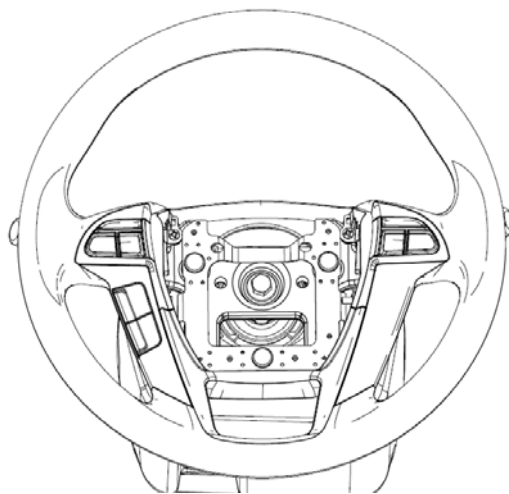

图 4-15
- (1) 脱开线束接头。
- (2) 使用 14#套筒拆下转向盘固定螺栓，如图 4-15 所示。